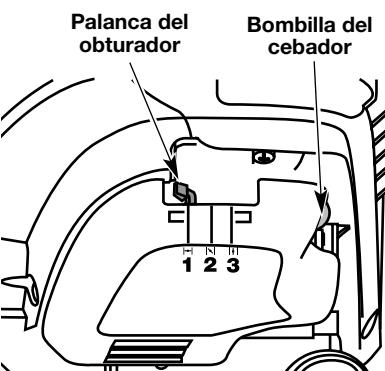

Fig. 20
4. Oprima completamente el cebador y suéltilo 10 veces. Hágalo lentamente. Se deberá ver un poco de combustible en el cebador y en las tuberías de alimentación de combustible (Fig. 20). Si no puede ver el combustible en el cebador, oprímalos y suéltelos tantas veces como sea necesario hasta que vea combustible en el mismo.
5. Coloque la palanca del obturador en **Posición 1** (Fig. 20).
7. Coloque la palanca del obturador en **Posición 2** (Fig. 20).
10. Coloque la palanca del obturador en **Posición 3** (Fig. 20) la unidad está lista para usarse.